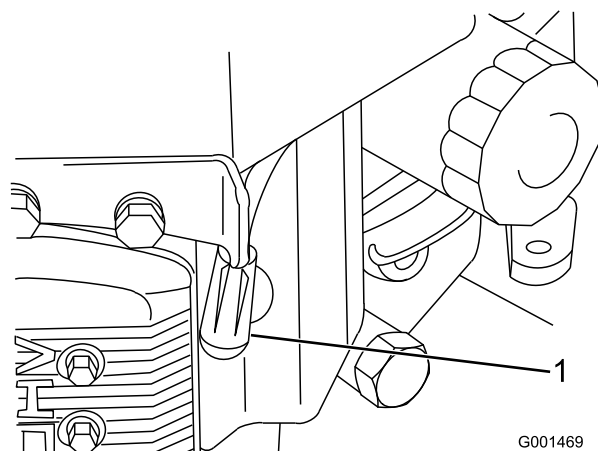

Figure 37
3. Débranchez la bougie (Figure 37).